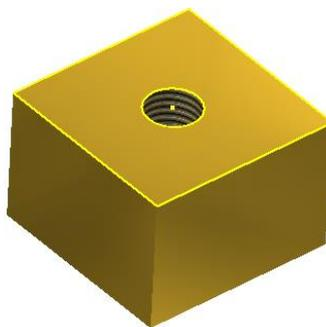

Рис. 4.19. Вставка базовой детали «Гнездо»
1. В среде «Сборка» в качестве базовой детали вставьте  гнездо под шпильку (рис. 4.19).